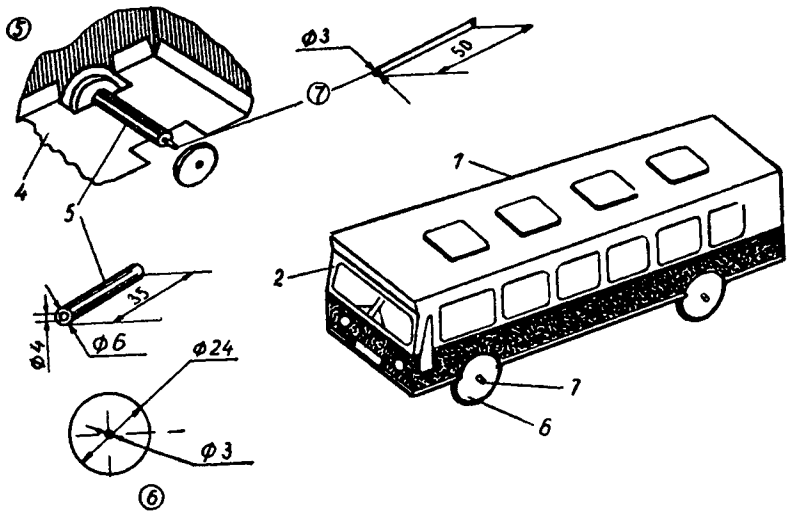
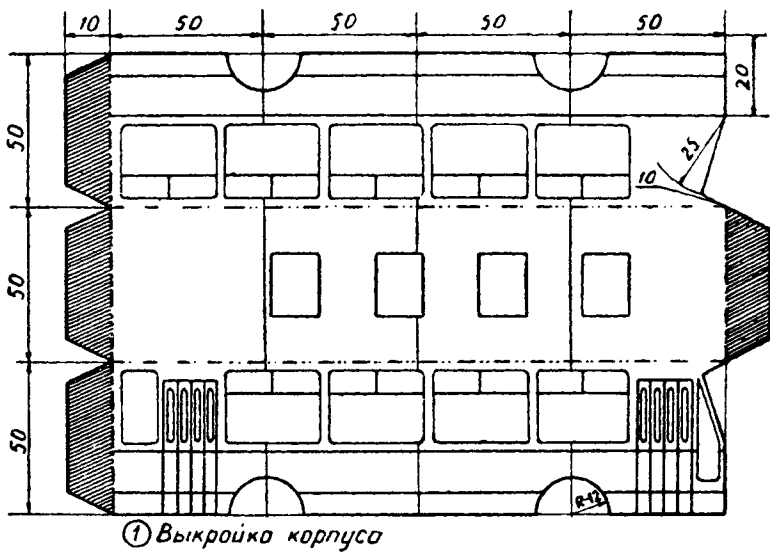
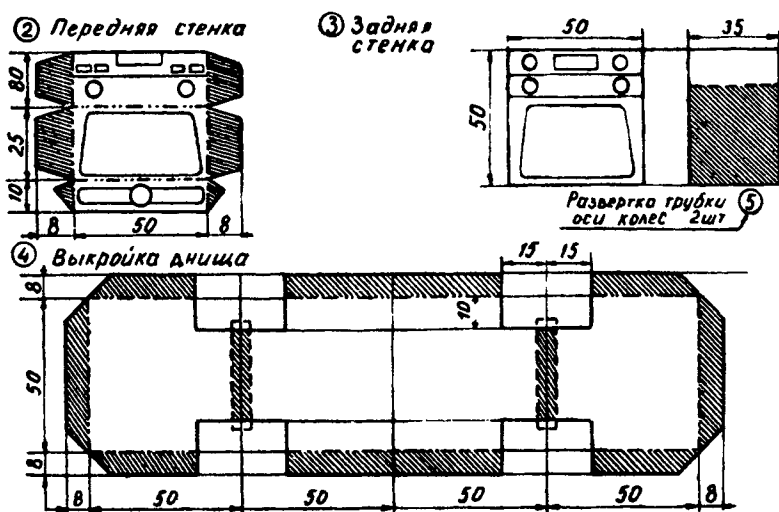

Рис. 13
Рис. 14
Рис. 15
### Автобус [рис. 13]
Его корпус собирается из деталей 1, 2, 3, 4 (рис. 14, 15), которые вырезают из чертежной бумаги.
#### 1. Корпус автобуса (рис. 13, 14, 15).
Расчертите лист на квадраты со сторонами 50 мм, оставив у левой стороны расстояние 10 мм. Получается сетка вспомогательных линий. На ней наметьте линии вырезов в соответствии с чертежом (рис. 15). Днище автобуса можно начертить, продолжая развертку корпуса. Подумайте, как это можно сделать. Или начертите отдельно, как на чертеже (рис. 15, дет. 4).
Переднюю стенку автобуса, как и заднюю, можно сделать квадратной, а можно и усложнить. Передняя (лицевая) стенка автобуса зависит от контуров боковых стенок. Автобус получится особенно красивым, если вы сделаете фигурной переднюю стенку. Как ее вычертить? На передних кромках боковин от днища к крыше отложите по 20 мм (рис. 14). Из этих точек радиусом 25 мм сделайте засечки (проведите небольшие дуги тонкими линиями). Из углов крыши радиусом 10 мм сделайте засечки так, чтобы они пересеклись с первыми. Точки пересечения засечек соедините с углами крыши и с точками в 20 мм, которые отмеряли на передних кромках боковин. Так получите фигурные вырезы на боковинах. Вычертить переднюю панель для нее трудно (рис. 15, дет. 2).
2. Детали 1, 2, 3 (рис. 14, 15) вырежьте, согните, склейте.
3. Деталь 5 (рис. 13) завейте. Скатайте трубкой (рис. 13, дет. 5) так, чтобы в ней свободно вращалась ось. Конец трубки немного размотайте, смажьте клеем и снова закатайте.
4. Начертите, вырежьте, согните деталь 4 — днище автобуса (рис. 15). Приклейте трубки на обозначенные места внутри днища (рис. 13).
5. Начертите и вырежьте из картона колеса (рис. 13, дет. 6). Склейте по три штуки вместе. Оформите аппликацией из цветной бумаги. Шилом в колесах проткните отверстия чуть меньше толщины осей для колес. Для того чтобы автобус легко двигался, нужно ось натереть порошком графита (наскоблить его с грифеля карандаша мягкости 2М или 3М). Необходимо проследить, чтобы трубки осей колес не были бы перекошены относительно друг друга, иначе автобус будет очень плохо ездить. Трубки осей должны выглядывать из-под вырезов днища на 1 мм — это подшипники, они не дадут колесам тереться о корпус автобуса.